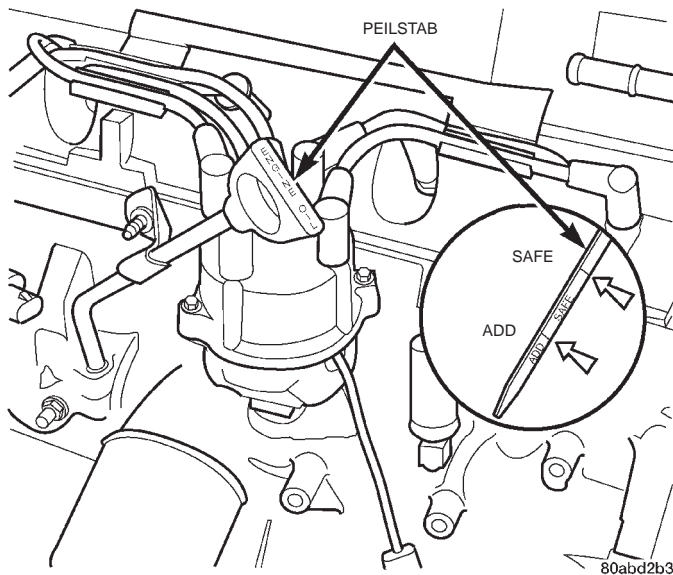
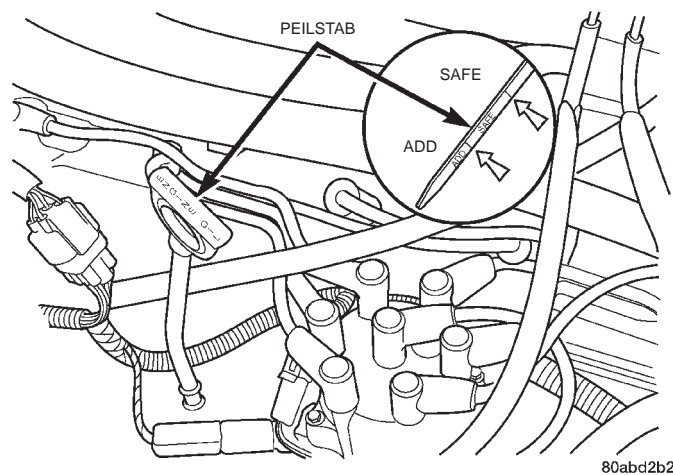

Abb. 6 Ölpeilstab—2.5L-Motor
Abb. 7 Ölpeilstab—4.0L-Motor
freie Motorschmierung zu gewährleisten. Der zulässige Bereich liegt zwischen den Markierungen ADD und SAFE auf dem Motoröl-Peilstab (Abb. 6) (Abb. 7).
- (1) Fahrzeug auf waagerechter Fläche abstellen.
- (2) Nach dem Abschalten des Motors ca. zehn Minuten warten, damit sich das Öl in der Ölwanne sammeln kann. Dann den Motoröl-Peilstab herausziehen.
- (3) Peilstab sauberwischen.
- (4) Peilstab wieder bis zum Anschlag in das Führungsrohr stecken.
- (5) Peilstab herausziehen und am senkrecht gehaltenen Stab den Ölstand ablesen (Abb. 6) (Abb. 7).
- (6) Erst wenn der Ölstand bis zur Markierung ADD auf dem Peilstab abgesunken ist, soll Öl nachgefüllt werden.